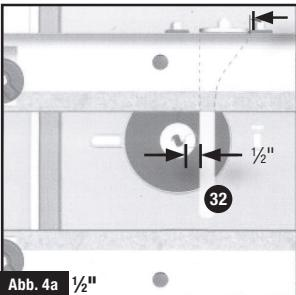
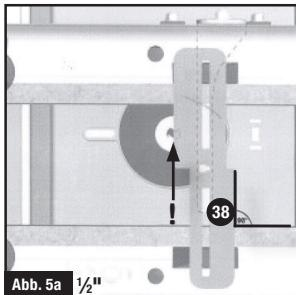

Abb. 4a  $\frac{1}{2}$ "
Abb. 5a  $\frac{1}{2}$ "
- Stellen Sie sicher, dass der richtige Fingerzinken montiert ist:  $\frac{1}{4}$ "-Fingerzinken für  $\frac{1}{4}$ "-Fräser und  $\frac{1}{2}$ "-Fingerzinken für  $\frac{1}{2}$ "-Fräser. Lösen Sie die Muttern, mit denen die Fingerzinken und die Fingerzinkenpositionierer befestigt sind. Verstellen Sie den Fingerzinken so, dass er sich genau eine Fräterschaftsbreite ( $\frac{1}{4}$  Zoll bzw.  $\frac{1}{2}$  Zoll) vom Fräser entfernt Richtung Ende der Außenstrebe befindet (d.h. der Abstand zwischen Fräterschneide und Fingerzinkenkante beträgt  $\frac{1}{4}$  Zoll bzw.  $\frac{1}{2}$  Zoll – der Zwischenraum lässt sich mithilfe des Fräterschafts leicht bestimmen). Ziehen Sie die Mutter fest (siehe Abb. 4a und 4b). Verschieben Sie den jeweiligen Fingerzinkenpositionierer ( $\frac{1}{4}$  Zoll bzw.  $\frac{1}{2}$  Zoll) an den Fingerzinken und ziehen Sie die Mutter fest. Legen Sie den Positionierer für  $\frac{1}{2}$  Zoll auf der Seite der Außenstrebe und für  $\frac{1}{4}$  Zoll auf der Gleitschienenseite des Fingerzinkens an (siehe Abb. 5a und 5b).
- Das Anlegestück für den Erstschnitt (38) versetzt die zu verbindenden Werkstücke. Es verfügt auf einer Seite über einen  $\frac{1}{4}$ "-Absatz und auf der anderen Seite über einen  $\frac{1}{2}$ "-Absatz. Es legt außerdem die Position des ersten Fingerzinkens fest. Folgen Sie als Ausgangspunkt dem in Abb. 5a und 5b (bei Betrachtung von vorne, d.h. von der Steckerkastenseite aus) dargestellten Aufbau. Legen Sie das Anlegestück für den Erstschnitt auf seine Halter, so dass die Nasen in den langen Schlitten sitzen. Lösen Sie die Muttern und platzieren Sie die Anlegestückhalter nach Augenmaß, um die Kante des Anlegestücks auf die Mitte des Fräzers (auf Abb. 5a und 5b mit „!“ gekennzeichnet) auszurichten. Überprüfen Sie mit einem Winkelmaß, dass sich das Anlegestück im rechten Winkel zum Anschlag befindet. Ändern Sie die Einstellung bei Bedarf erneut, nachdem Sie einen Probeschnitt durchgeführt haben.
4. Legen Sie das Anlegestück für den Erstschnitt gemäß Abb. 5a und 5b auf. Schieben Sie es vor und zurück, bis der Absatz sich auf ungefähr halbem Weg zwischen den Anschlägen befindet.